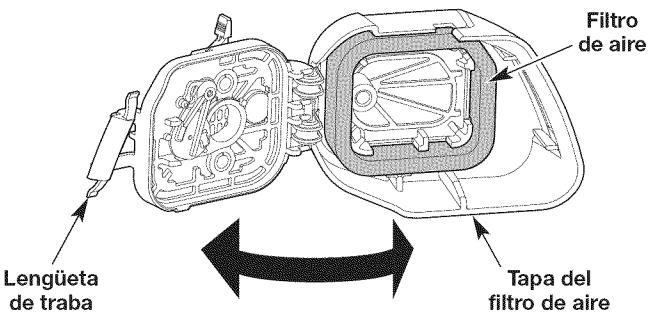

Fig. 17
1. Abra la tapa del filtro de aire. Presione la lengüeta de traba hacia adentro y gire la tapa del filtro de aire hacia la derecha (Fig. 17).
2. Saque el filtro de aire del interior de la tapa (Fig. 17).
6. Vuelva a poner el filtro dentro de la tapa del filtro de aire (Fig. 17).
7. Cierre la tapa del filtro de aire. Gire la tapa del filtro de aire hacia la izquierda y presiónela hasta que la lengüeta de traba encaje en su lugar (Fig. 17).